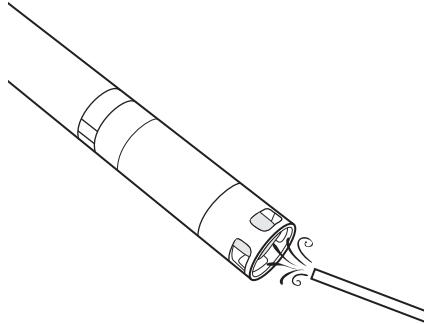

Figure 73 Entretien des capteurs d'ammonium et de nitrate
1. Nettoyez soigneusement les capteurs d'ammonium ou de nitrate à l'aide d'un fin jet d'eau désionisée ou en les rinçant à l'alcool puis en les faisant tremper dans une solution d'étalonnage à forte concentration (Figure 73).